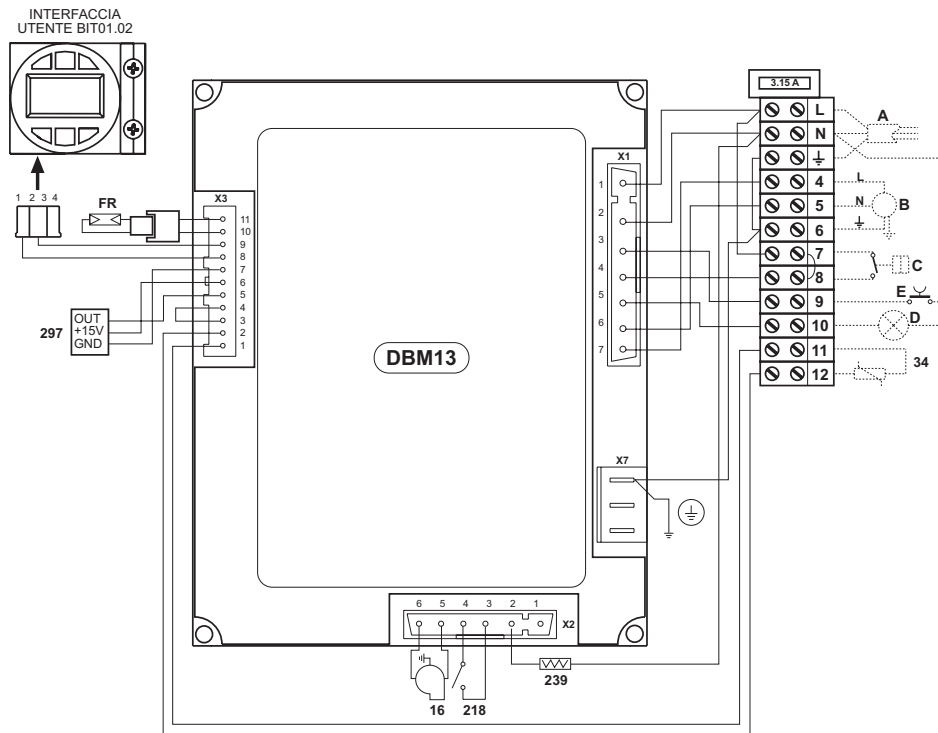
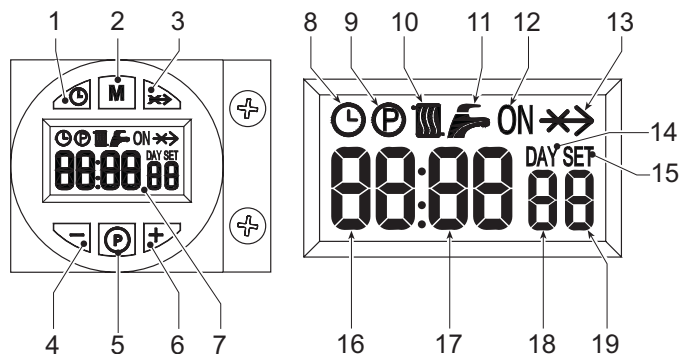

fig. 17 - Wiring diagram with 12-pole terminal block
рис. 1 - Панель управления
Запрос на розжиг (вызываемый замыканием контакта на клеммах 7-8 (см. рис. 17), в условиях стандартных настроек) сопровождается загоранием символа радиаторной батареи (поз. 10 - рис. 1).
1. Нажмите на кнопку установки дня/времени (поз. 1 - рис. 1).
2. На дисплее (поз. 7 - рис. 1) мигают символы ЧАСОВ и ДНЯ: задайте день недели с помощью кнопок + и - (поз. 4 и 6 - рис. 1), принимая во внимание, что 1=понедельник, 7=воскресенье. Подтвердите введенный день нажатием кнопки для установки дня/времени (поз. 1 - рис. 1).
3. На дисплее (поз. 7 - рис. 1) мигают две цифры ТЕКУЩЕГО ВРЕМЕНИ (В ЧАСАХ) и символ ЧАСОВ: задайте точное время в часах с помощью кнопок + и - (поз. 4 и 6 - рис. 1), от 00 до 23. Подтвердите введенное время нажатием кнопки для установки дня/времени (поз. 1 - рис. 1).
4. На дисплее (поз. 7 - рис. 1) мигают две цифры ТЕКУЩЕГО ВРЕМЕНИ (В МИНУТАХ) и символ ЧАСОВ: задайте точное время в минутах с помощью кнопок + и - (поз. 4 и 6 - рис. 1), от 00 до 59. Подтвердите введенные минуты нажатием кнопки для установки дня/времени (поз. 1 - рис. 1). Работа системы отопления в Автоматическом режиме, Ручном режиме On, Ручном режиме Off
Нажатием на кнопку выбора рабочего режима (поз. 2 - рис. 1) можно задать:
1. автоматический режим работы, на дисплее (поз. 7 - рис. 1) появится символ ЧАСОВ. Запрос на активацию и деактивацию горелки зависит от заданной недельной программы. В заданный временной диапазон на дисплее (поз. 7 - рис. 1) отображается также символ ON.
2. В ручном режиме On на дисплее (поз. 7 - рис. 1) отображается только символ ON. Горелка постоянно включена
3. В ручном режиме Off на дисплее (поз. 7 - рис. 1) не отображается ни символ ON, ни символ ЧАСОВ. Горелка выключена
Можно заранее задать недельную программу в 3 временных диапазонах включенного режима ON и 3 временных диапазонах выключенного режима OFF: они будут одинаковы для каждого дня недели. В запрашиваемом временном диапазоне (поз. 7 - рис. 1) отображается символ ON.
1. Нажмите на кнопку Программирование "P" (поз. 5 - рис. 1)
2. Выберите день для программирования с помощью кнопок + и - (поз. 4 и 6 - рис. 1):
3. Нажмите на кнопку программирования "P" (поз. 5 - рис. 1):
- С помощью кнопок + и - (поз. 4 и 6 - рис. 1) можно изменить начало 1-го временного диапазона режима ON; например, 06:00Нажмите на кнопку Программирования "P" (поз. 5 - рис. 1)
- С помощью кнопок + и - (поз. 4 и 6 - рис. 1) можно изменить начало 1-го временного диапазона режима OFF; например, 09:00Нажмите на кнопку Программирования "P" (поз. 5 - рис. 1)
- С помощью кнопок + и - (поз. 4 и 6 - рис. 1) можно изменить начало 2-го временного диапазона режима ON; например, 12:30Нажмите на кнопку Программирования "P" (поз. 5 - рис. 1)
- С помощью кнопок + и - (поз. 4 и 6 - рис. 1) можно изменить начало 2-го временного диапазона режима OFF; например, 14:00Нажмите на кнопку Программирования "P" (поз. 5 - рис. 1)
- С помощью кнопок + и - (поз. 4 и 6 - рис. 1) можно изменить начало 3-го временного диапазона режима ON; например, 16:00Нажмите на кнопку Программирования "P" (поз. 5 - рис. 1)
- С помощью кнопок + и - (поз. 4 и 6 - рис. 1) можно изменить начало 3-го временного диапазона режима OFF; например, 23:30Нажмите на кнопку Программирования "P" (поз. 5 - рис. 1)
11. Нажмите на кнопку программирования "P" (поз. 5 - рис. 1) на 3 секунды, чтобы выйти из режима программирования.
Доступ в меню параметров осуществляется нажатием кнопки программирования "M" (поз. 2 - рис. 1) в течение 5 секунд. На дисплее отображается параметр "u01": обозначенный SET 01. При нажатии на кнопку "P" (поз. 5 - рис. 1) можно просмотреть список параметров.
Для изменения значения параметров используются кнопки + и - (поз. 4 и 6 - рис. 1). сохранение изменения происходит автоматически После изменения параметра необходимо подождать 3 секунды: мигающее значение вносится в память.
Для выхода из меню нажмите кнопку выбора режима работы "M" (поз. 2 - рис. 1) в течение 5 секунд
Доступ в меню параметров осуществляется нажатием кнопки программирования "P" (поз. 5 - рис. 1) в течение 10 секунд. На дисплее отображается параметр "t01": обозначенный SET 01. Нажатием на кнопку "P" (поз. 5 - рис. 1) можно просмотреть список параметров.